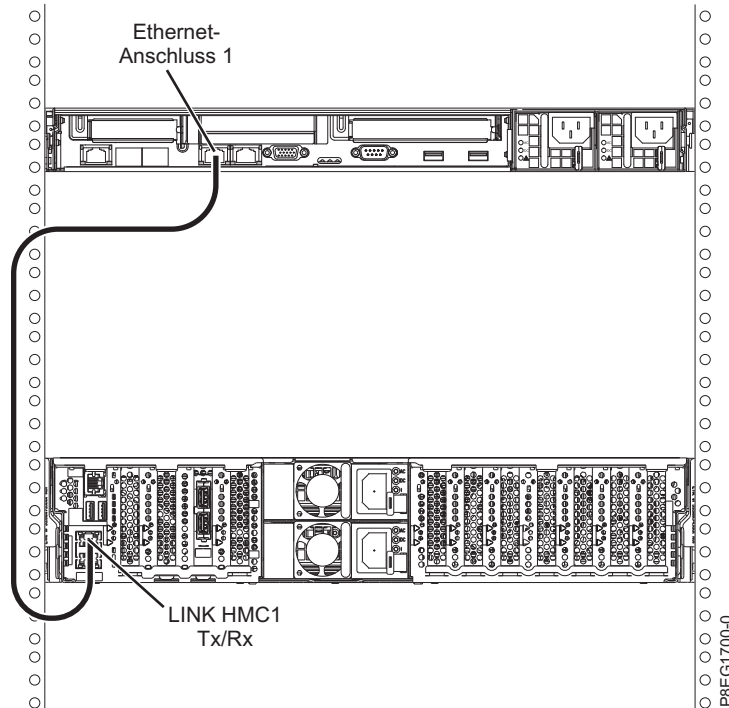

Abbildung 17. HMC an das verwaltete System anschließen
1. Wenn Sie die HMC direkt an das verwaltete System anschließen möchten, verbinden Sie den **Ethernet-Anschluss 1** der HMC mit dem Anschluss **HMC1** des verwalteten Systems. Siehe Abb. 17.